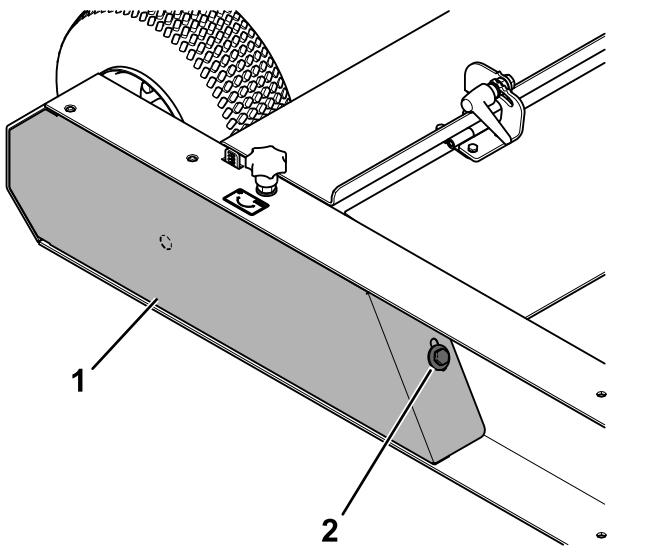

Figura 17
5. Instale el protector de la cadena como se muestra en la Figura 17.